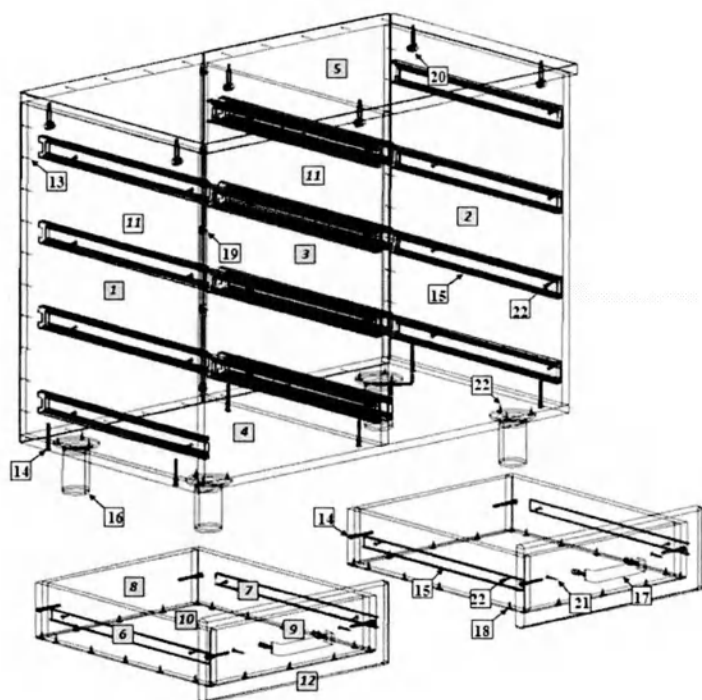

Рис. 1
1. Внимательно ознакомьтесь со схемой сборки, изображенной на рис. 1, сверяясь со спецификацией на изделие. Согласно позициям на схеме и спецификации определите расположение деталей в изделии и порядок их сборки. Сборка производится на ровном полу, укрытом материалом, предотвращающим повреждение покрытия пола и деталей мебели. Подготовьте необходимые для сборки инструменты – плоскую и крестовую отвертки, молоток, рулетку или линейку.
2. На горизонтальной нижней стенке (4) шурупами 4x16 (26) закрепите опоры (18). На вертикальных боковых стенках и средней стенке (1,2,3) – установите цилиндрические части эксцентриковых стяжек (24) в предназначенные для них отверстия; установите полкодержатели (20); установите монтажные планки петель (19). На боковую правую стенку (2) и среднюю стенку (3) шурупами 4x16 (26) закрепите направляющие (17). На крышке (5) установите штыки эксцентриковых стяжек (24).
3. Евровинтами (16), как показано на рис. 1, соедините вертикальные стенки (1,2,3) с горизонтальной стенкой (4). Установите крышку (5). Затяжка соединения производится путём поворота эксцентриков до упора в направлении стрелки, выштампованной на корпусе стяжки. Гвоздями (15) закрепите заднюю стенку (12). Для крепления задней стенки к средней стенке используйте скрепки (23) с шурупами (26).
4. Сборка ящика. Евровинтами (16) соедините боковые стенки ящика (7,8) с передней (10) и задней (9) стенками. Дно ящика (11) закрепите саморезами (22). Шурупами 4x16 (26) закрепите узкие части направляющих (17). Шурупами 3,5x30 (25) закрепите фасад (13) к передней стенке ящика (10). Установите ручку (21). Установите собранные ящики в корпус тумбы.
5. На фасаде (14) шурупами 4x16 (26) закрепите петли (19), установите ручку (21). Фасад закрепите к боковой стенке тумбы. При необходимости отрегулируйте положение фасада винтами петель. Установите полки (6) на полкодержатели (20).